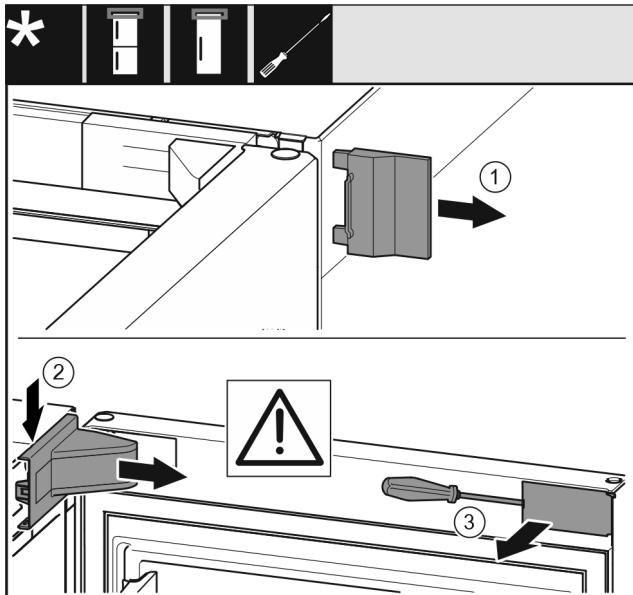

Fig. 5
- Свалете външния капак. Fig. 5 (1)
► Освободете и развойте капака на лагерната стойка. Свалете капака на лагерната стойка. Fig. 5 (2)
- Освободете капачката с плоска отвертка и я завъртете настрани. Fig. 5 (3)